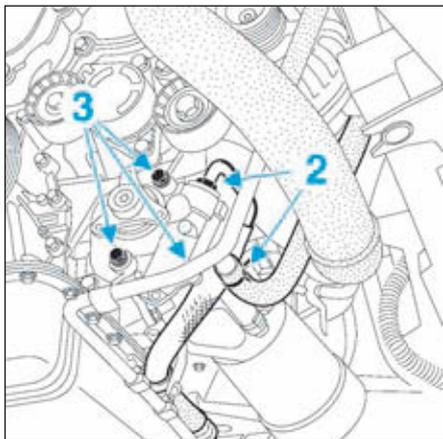

FIG.12
- les raccords (2) (Fig.12),
- les trois vis de fixation (3),